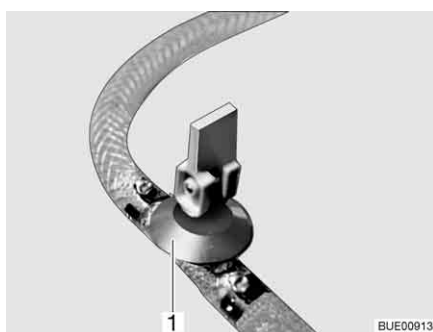
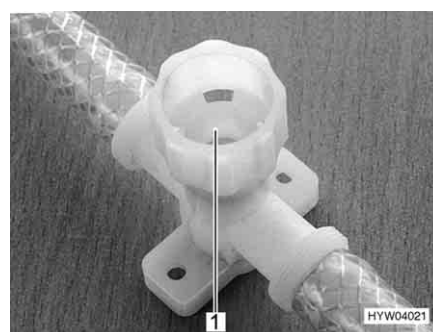

Bild 235 Ablasshahn (mit Kipphebel)
Bild 236 Ablasshahn (mit Drehkappe)
- Alle Ablasshähne öffnen. Dazu den Kipphebel des Ablasshahns (Bild 235,1) senkrecht stellen oder die Kappe des Ablasshahns (Bild 236,1) entgegen dem Uhrzeigersinn drehen.